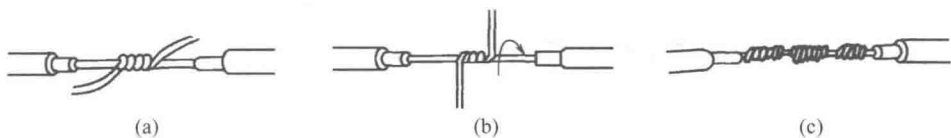

图 1-15 单股铜线的直线连接
(1) 首先把两线头的芯线做 X 形相交,互相紧密缠绕 2~3 圈,如图 1-15(a)所示。
(2) 接着把两线头扳直,如图 1-15(b)所示。
(3) 然后将每个线头围绕芯线紧密缠绕 6 圈,并用钢丝钳把余下的芯线切去,最后钳平芯线的末端,如图 1-15(c)所示。